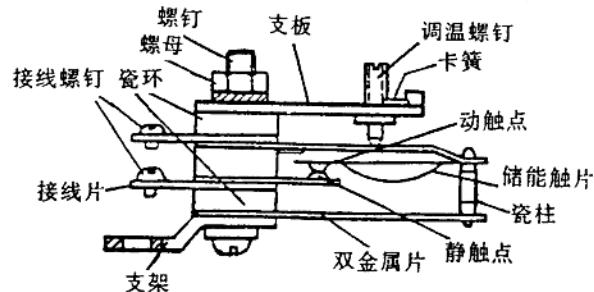

图 1-4-5 保温器的结构
(5) 观察保温器：它安装在电热盘底上，是一种双金属片温控元件，结构见图 1-4-5。通过双金属片的形变与恢复来控制触点的通与断，以达保温($60^{\circ}\text{C} \sim 80^{\circ}\text{C}$)的目的。用万用表测接线螺钉间阻值，正常值应为零。若触点氧化或接触不良将造成不能保温等故障；若动、静触点熔结焊死，则会烧焦饭。可用工具分开动、静触点，再用细砂纸打磨触点至呈半圆形的银亮色。